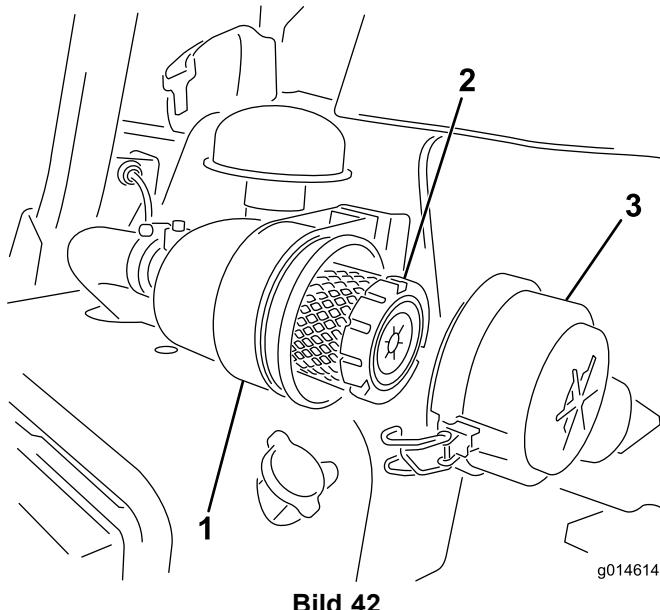

Bild 42
- Lösen Sie die Laschen, mit denen die Abdeckung am Luftfilterkörper befestigt ist (Bild 42).
- Befestigen Sie die Laschen (Bild 42).